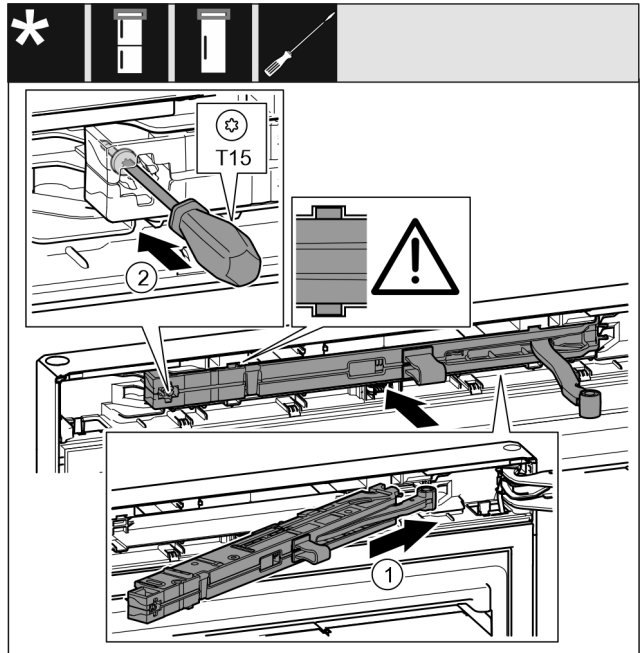

Fig. 42
- ▶ Schließdämpfereinheit Fig. 42 (1) auf der Lagerbockseite bis zum Anschlag schräg in die Aussparung schieben.
- ▶ Schraube Fig. 42 (2) mit einem Schraubendreher festschrauben.